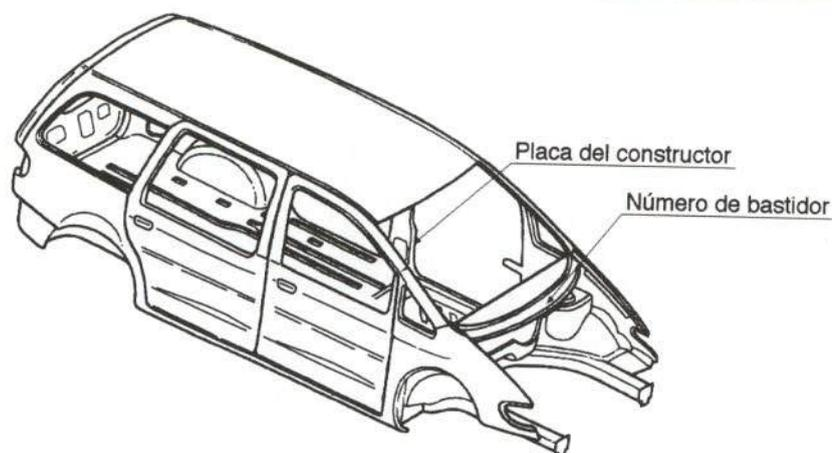

Figura 1.- Situación de las placas de identificación del vehículo
La situación de estas placas se refleja en la figura 1.
- El número de bastidor se encuentra troquelado en la parte central superior de la chapa salpicadero, entre el motor y el compartimento de los pasajeros (figura 1).
• La placa del constructor se encuentra situada en el pilar central izquierdo (figura 1)